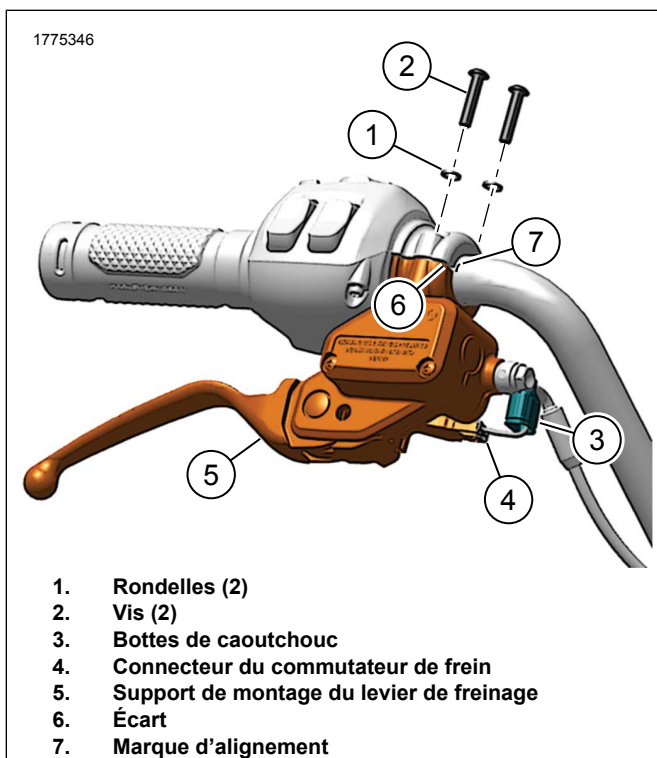

Figure 8. Support du levier de freinage (typique)
5. Voir la Figure 8. Installer le support du levier de frein.
- a. Placer le support du levier de frein (5) sur le support de RHCM .
- b. Installer les rondelles (1).
- c. Installer les vis (2) et aligner l'espace (6) avec la marque d'alignement (7).